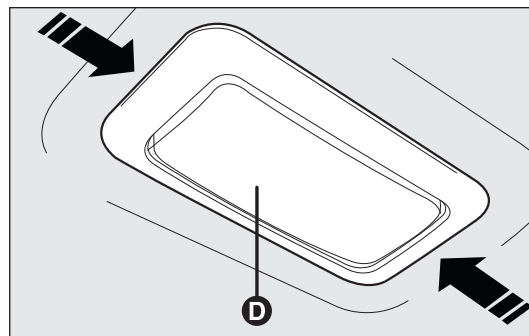

fig. 174
- ☐ sustituya la lámpara fig. 174 soltando los contactos laterales, asegurándose de que la lámpara nueva quede bloqueada correctamente entre los mismos contactos;
- ☐ actúe en los puntos indicados por las flechas y retire el plafón D-fig. 174;